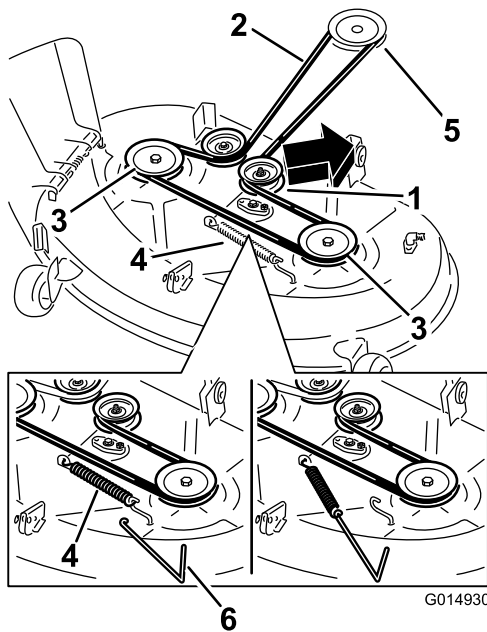

Bild 68
4. Entfernen Sie die Spannscheibenfeder mit einem Werkzeug zur Federentfernung vom Mähwerkhaben, um die Spannung von der Spannscheibe zu nehmen, und rollen Sie den Riemen von den Spannscheiben (Bild 68).
5. Verlegen Sie den neuen Riemen um die Motor- und Mähwerkriemenscheiben (Bild 68).
6. Setzen Sie die Spannscheibenfeder mit einem Werkzeug zur Federentfernung auf den Mähwerkhaken, um die Spannscheibe und den Mähwerkriemen zu spannen (Bild 68).